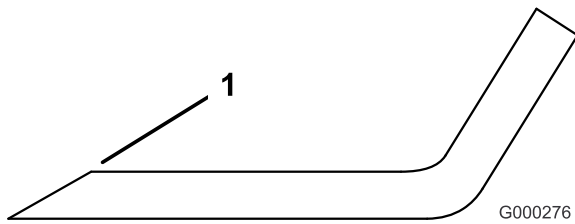

Bild 81
1. Schärfen Sie die Schnittkante an beiden Enden des Schnittmessers mit einer Feile (Bild 81). Behalten Sie den ursprünglichen Winkel bei. Das Schnittmesser behält seine Auswuchtung bei, wenn von beiden